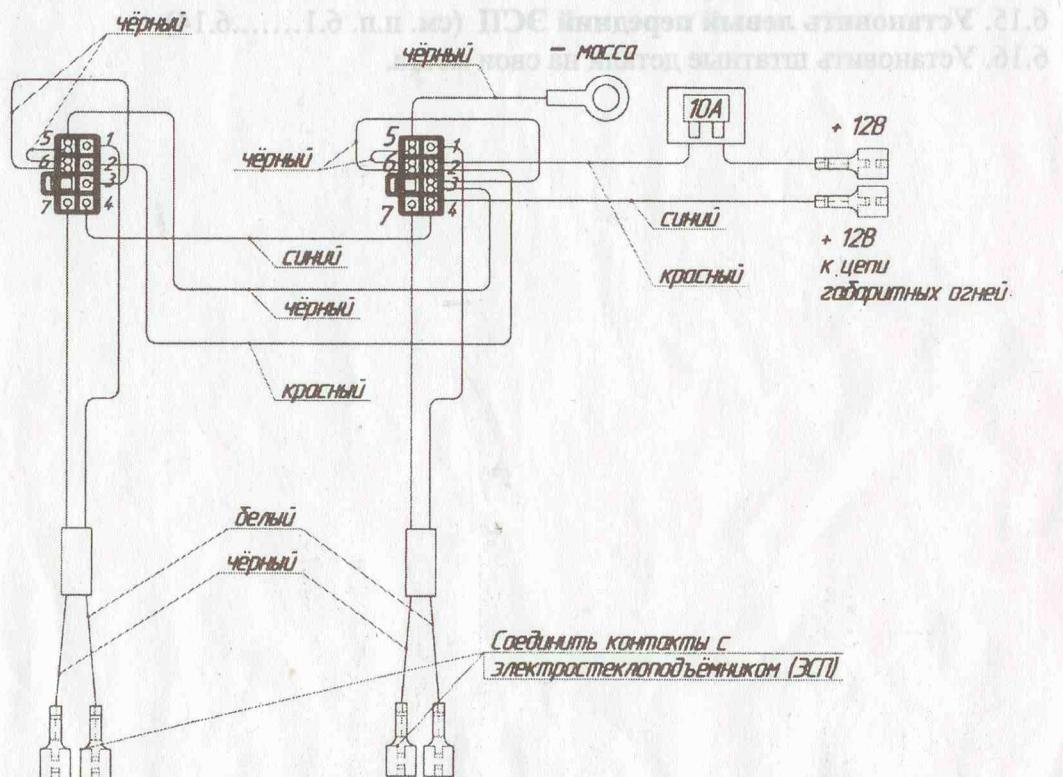

Рис. 2. Схема подключения электростеклоподъёмников к бортовой сети автомобиля.
6.6. Выбрать место установки переключателей, разметить и вырезать под них проймы по переходной рамке. Протянуть двухжильный провод по салону от места расположения переключателей до дверей, затем через стойки в полости дверей. Контакты на другом конце провода соединить с электродвигателем ЭСП (см. рис. 2). При необходимости изменения размеров жгута использовать провода с сечением не менее 0,75 кв. мм.
- 6.8. Выполнить соединения проводов питания и подсветки в соответствии со схемой подключения ЭСП (см. рис. 2).